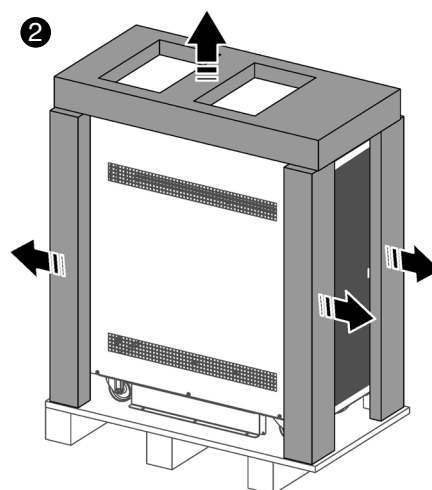

Fig. 23. Extracción de las cantoneras y funda de plástico.
- ❷ Retirar las cantoneras y la funda de plástico (Fig. 23).